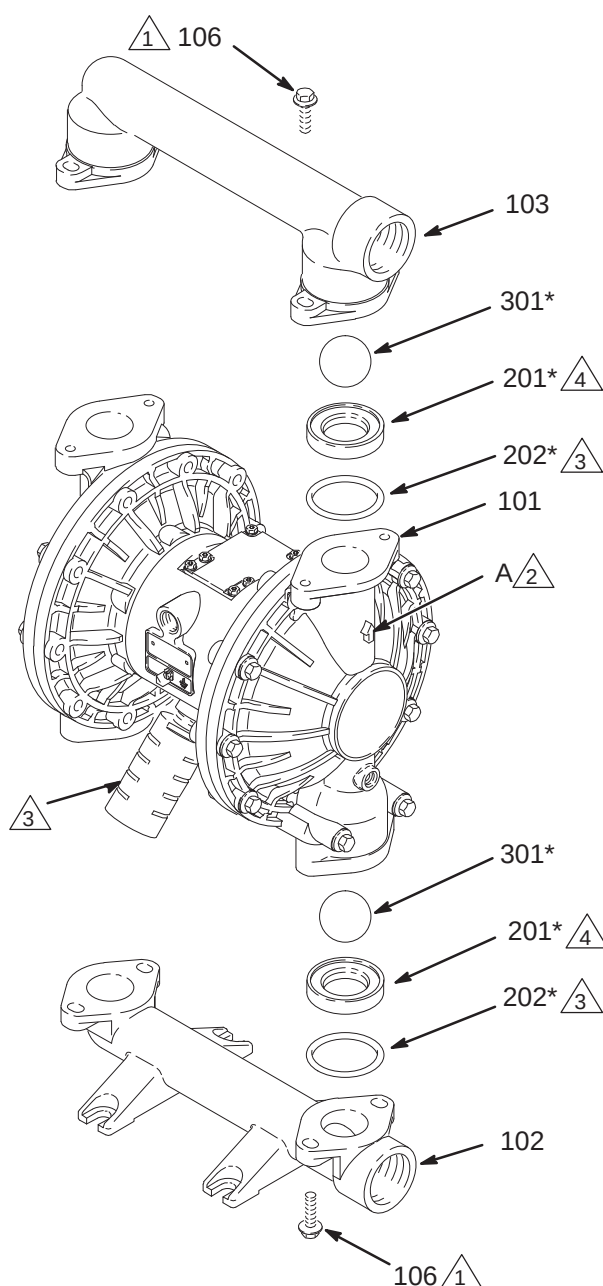

FIG. 10
3. Utilizzare una chiave a tubo da 13 mm per rimuovere i quattro bulloni (106) che fissano il collettore di uscita (103) ai coperchi del fluido (101). Vedere: FIG. 10.
4. Rimuovere gli O-ring (202, *non usati su alcuni modelli*), le sedi (201) e le sfere (301) dal manicotto.
5. Capovolgere la pompa e rimuovere il collettore di ingresso (102). Rimuovere gli O-ring (202, *non usati su alcuni modelli*), le sedi (201) e le sfere (301) dai pannelli del fluido (101).
2. Rimontare in ordine inverso, seguendo tutte le note riportate nella FIG. 10. Accertarsi che le sfere di ritegno siano montate **esattamente** come mostrato nella figura. Le frecce (A) sui coperchi del fluido (101) **devono** puntare verso il collettore di uscita (103).
- 2  La freccia (A) deve puntare verso il collettore di uscita (103).
- 4  La superficie smussata della sede deve trovarsi di fronte alla sfera (301).